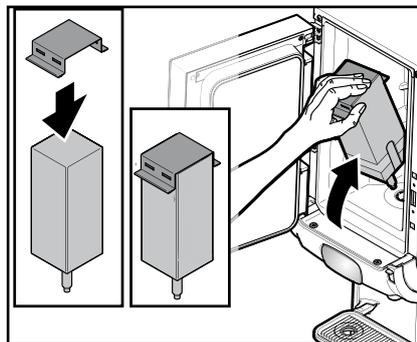

図41
1.25リットル/0.33 galの製品パックをセットして装置を使用される場合、Cafitesseシステム販売店では、製品パックを正しい位置に固定するための専用アダプタをご用意いたします。（図41）